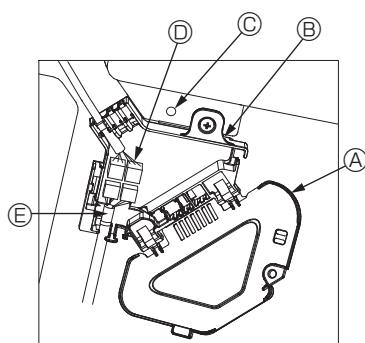

Fig. 5-9
- ① Verwijder de schroef waarmee de kap van de schakeldoos vastzit, schuif de kap in de richting van de pijl, zoals aangegeven in de tekening, en haal de kap er vervolgens af.
- ② In de schakeldoos zoekt u de verbindingsdraad voor de waaiermotor van het rooster en de draad voor de waaiermotor, en vervolgens sluit u de draden aan. (Fig. 5-9) Er zijn twee connectoren voor de waaiermotor: een blauwe connector en een oranje connector. Zorg ervoor dat de kleuren van de connectoren overeenkomen wanneer ze worden verbonden.